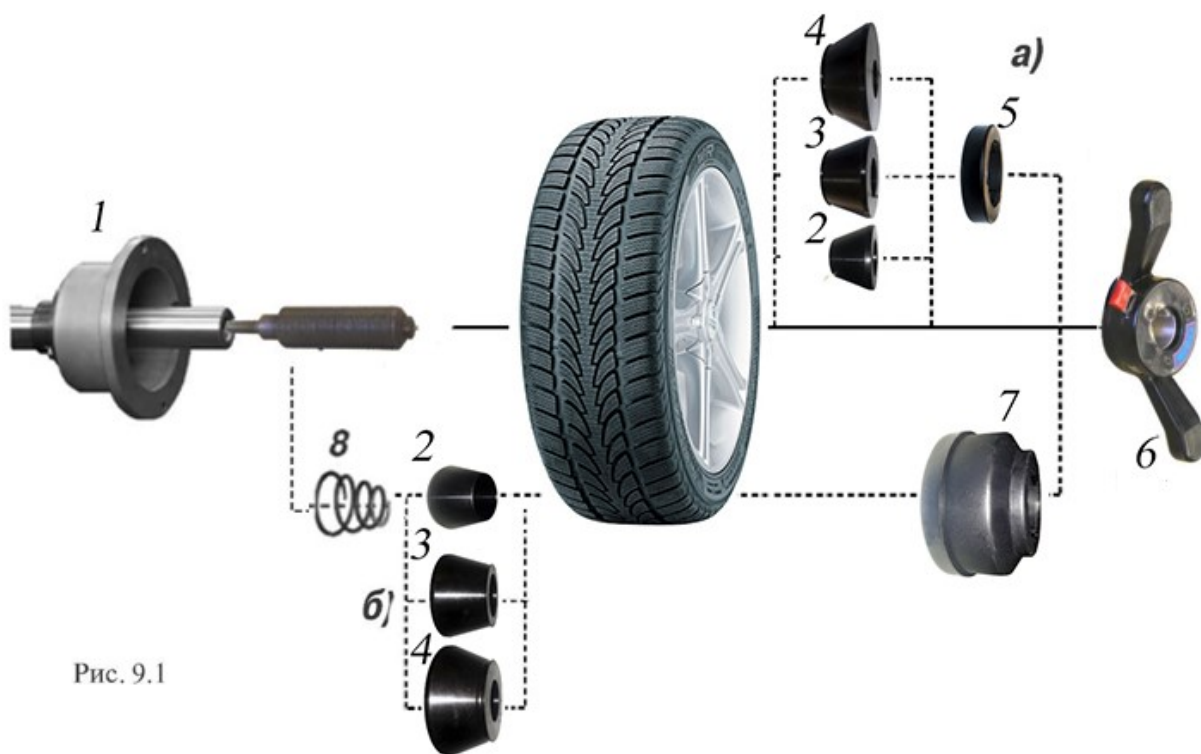

Рис. 9.1
9.2. Балансируемое колесо закрепляется на валу СБ за центральное отверстие обода с помощью конусов и быстросъёмной гайки с раздвижными резьбовыми сухарями. В зависимости от конфигурации обода конус может быть установлен как с внешней стороны обода (вариант "а"), так и с внутренней (вариант "б") (см. рис. 9.1)
9.5. СБ оборудован педалью для ускорения установки колеса по (варианту «б») (см.рис. 9.1) Установите колесо на конус, установите быстросъёмную гайку, нажмите два раза педаль, удерживая колесо и быстросъёмную гайку. Вал СБ начнет вращаться, зажимая колесо, когда колесо будет зажато вращение вала остановиться. Окончательно затяните колесо быстросъёмной гайкой вручную.